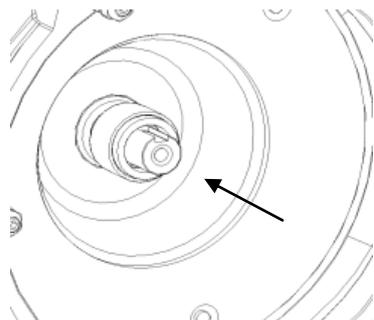

Рис. 22: Надеть рукой
- Надеть уплотнительное кольцо на свободный конец вала и осторожно продвинуть рукой до конtringкольца (рис. 22).